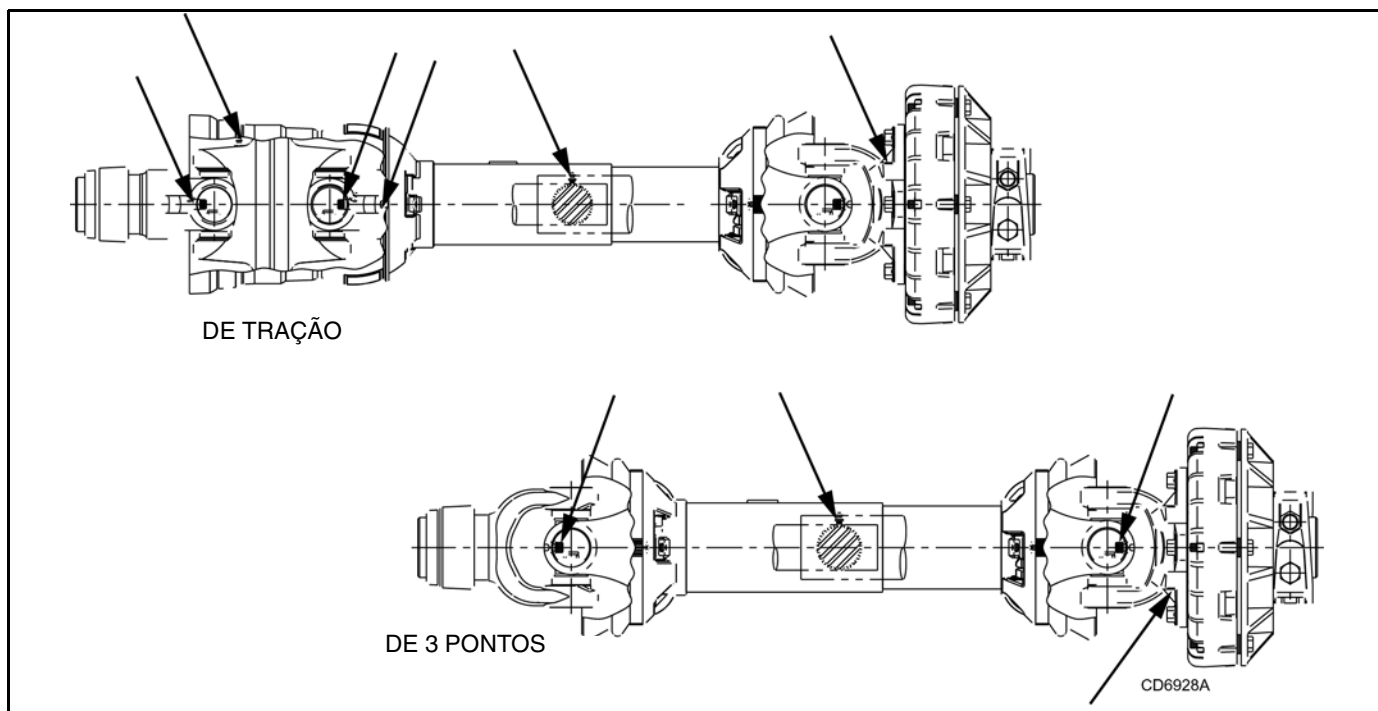

Figura 25. Pontos da lubrificação da transmissão da TDP
Transmissão da TDP Lubrifique diariamente ou a cada 8 horas de operação. Consulte a Figura 25 para ver os pontos da lubrificação.
1. Lubrifique a seção telescópica da transmissão da TDP (um local, Posição B, Figura 25).